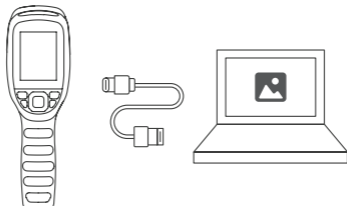

Figura 4.1.1
2. Conecte el TC005 a su computadora con el cable USB suministrado (ver Figura 4.1.1).